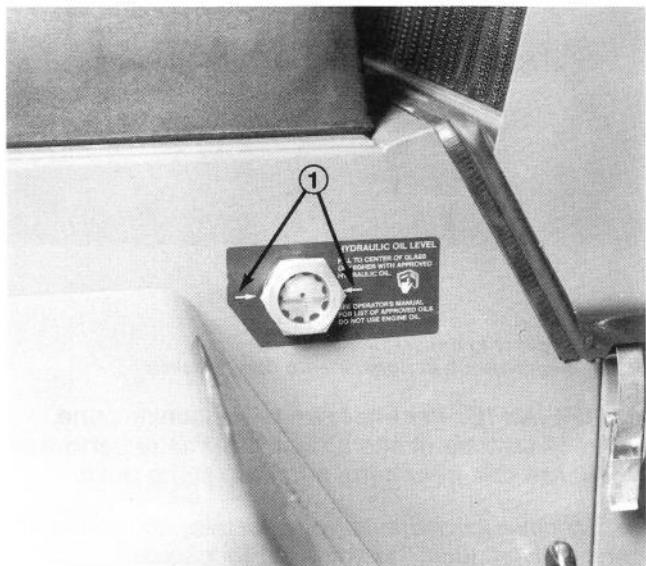
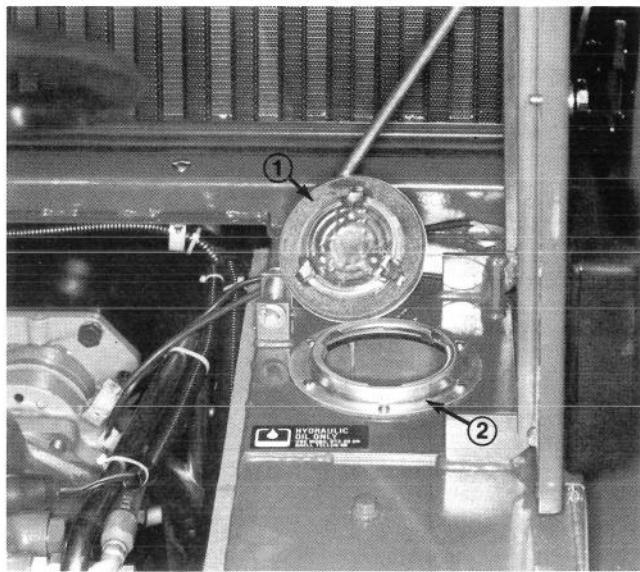

Fig. 43
Fig. 44
Il serbatoio idraulico ha una capacità di 1.58. Quando la macchina è su un piano orizzontale, il livello dell'olio idraulico deve essere tra mm.6 e mm.12 sotto le frecce della spia di livello, quando l'olio è freddo. L'olio caldo deve essere allineato con le frecce sulla spia di livello (Fig. 43). Se il livello è basso, rabboccare con olio idraulico. Vedi Specifica dell'olio idraulico (Pag. IT-7).
2. Pulire attorno al coperchio del serbatoio (Fig. 44), rimuovere il coperchio e rabboccare con olio idraulico fin quando non sarà allineato con le frecce della spia di livello (Fig. 43).
4. Quando le unità falcianti sono sollevate e l'olio è caldo, osservare la spia di livello (Fig. 43). Se l'olio idraulico non è allineato con le frecce, rabboccare fino a portarlo al giusto livello. Non riempire completamente se l'olio è freddo.
6. Guardare la spia di livello (Fig. 43): quando l'olio è caldo, l'olio deve trovarsi allineato con le frecce. Se il livello è basso, versare dell'olio idraulico nel serbatoio. Vedi Specifica dell'olio idraulico (pag. IT-7).